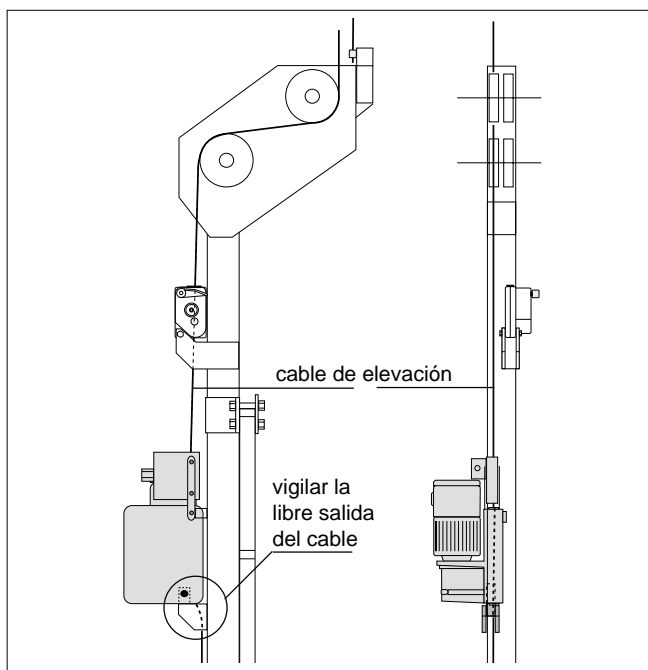

Fig. 1.29
b) . . . en los estribos en "C" (Fig. 1.29)
- Pasar el cable de elevación (151) por la polea izquierda (vista posterior) del estribo.
- Pulsar el botón ASCENSO (43) y continuar empujando el cable con la mano, hasta que éste salga por la boquilla en la parte inferior del cárter del aparato.